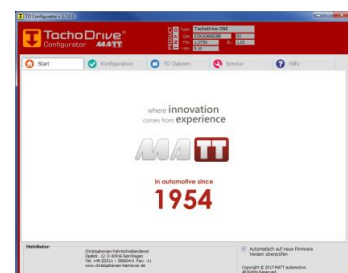

Bild 6: TD ONE Konfigurationsprogramm
3. Das Konfigurationsprogramm wird geöffnet (Bild 6)